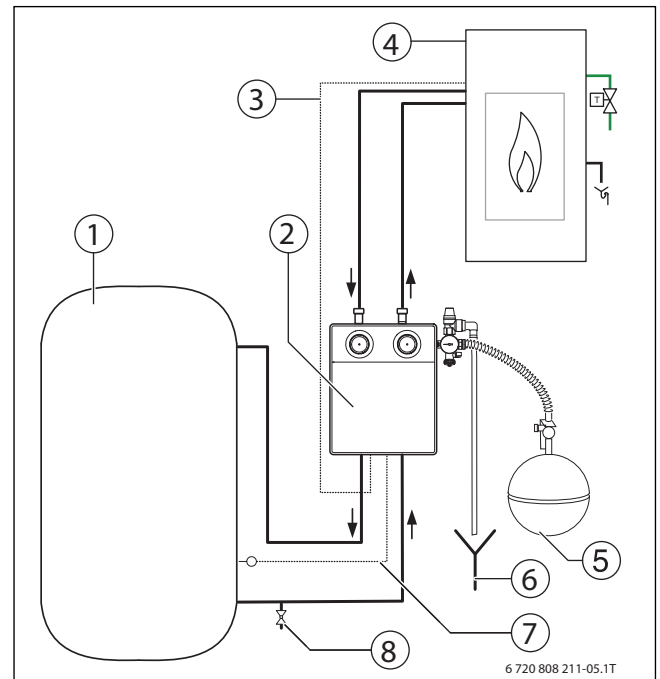

Bild 11 Verrohrung der Ofenanlage (Beispiel mit Kompletstation)
- ▶ Im Rücklaufrohr am tiefsten Punkt der Ofenanlage einen Füll- und Entleerhahn zum Füllen oder Entleeren der Ofenanlage montieren (→ Bild 11, Seite 15).